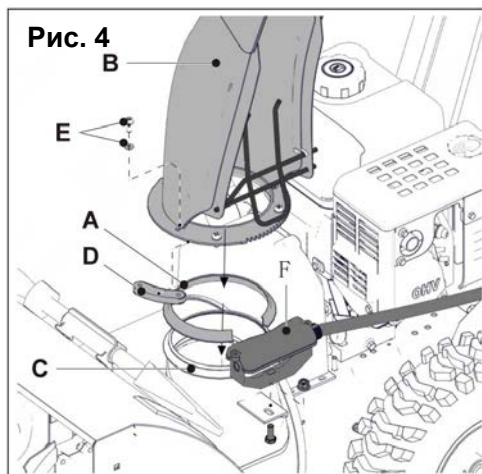

Рис. 4
5. Установка желоба (Рис.4, 4а, 4b).
Рис. 4а
- а) Установите скользящее кольцо (А) и выпускной желоб (В) на фланцевый фитинг (С) Рис.4.
- б) Вставьте салазки (D) под фланцевый фитинг (С), совместив отверстия на салазках с отверстиями в нижней части желоба.
- д) Закрепите узел червячного винта на опоре, проверив правильное сцепление узла червячного винта с зубчатой секцией на желобе (F).